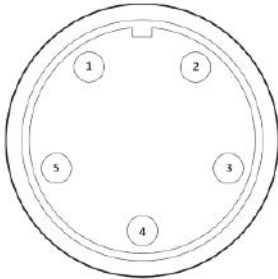

Рис. 7.2.1. Разъём 5-pin.
2. Подключите разъём управления педалью (см. рис. 7.2.1).